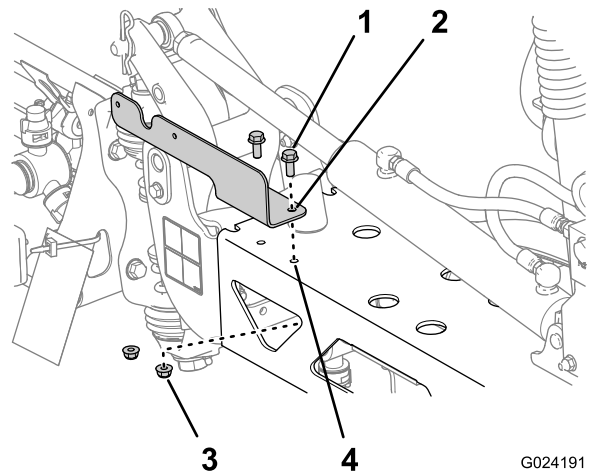

Figura 10
- Sujete el soporte al bastidor con los 2 pernos con arandela prensada (5/16" x 3/4") y 2 contratuercas (5/16"), según se muestra en Figura 10.